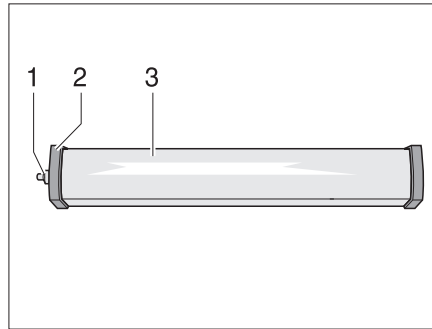

Bild 282 Raumleuchte
- Kappe (Bild 282,1) abschrauben.
- Deckel (Bild 282,2) abnehmen.
- Leuchtenabdeckung (Bild 282,3) leicht zusammendrücken und abnehmen.